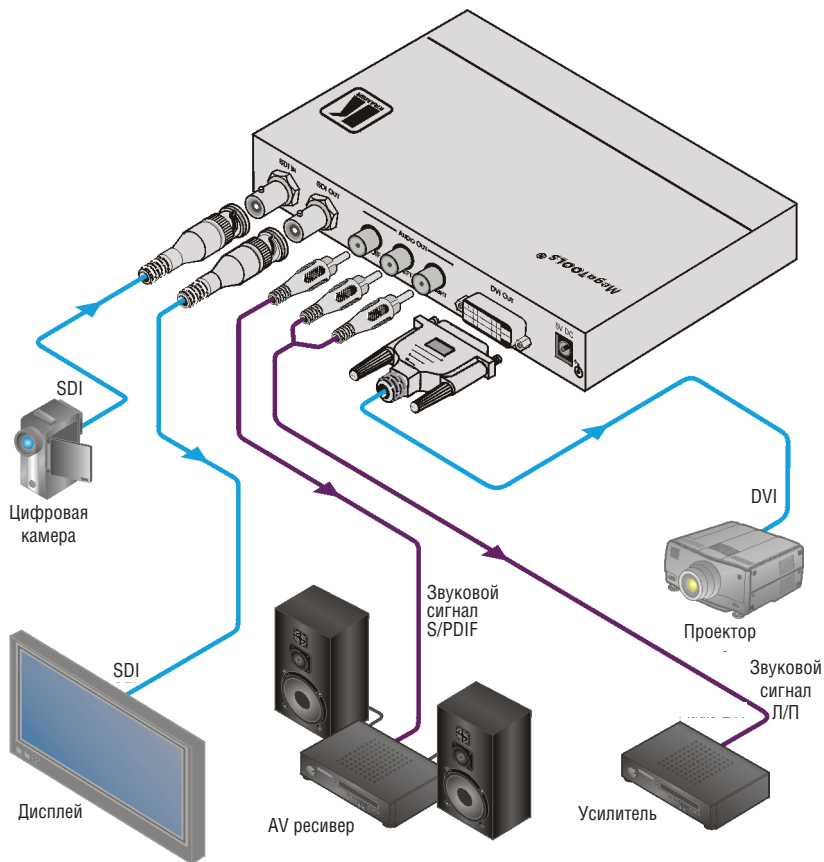

Рис. 7. Подсоединение масштабатора видеосигнала 3G HD-SDI в сигналы DVI VP-471
Чтобы подсоединить **VP-471** в соответствии с примером, приведенном на рис. 7:
6. Подсоедините сетевой адаптер 5 В постоянного тока к розетке входа электропитания, а адаптер подсоедините к розетке электросети (на рис. 7 не показан).